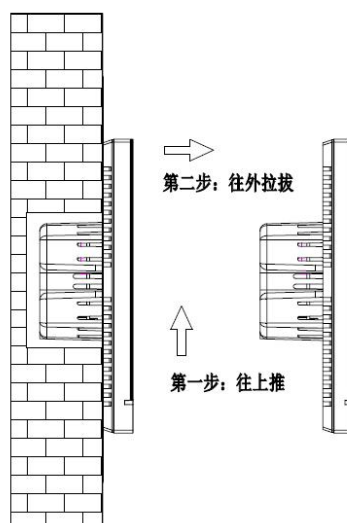

图 3.3.1.5
4.安装完成后，如需要拆卸，请执行此步骤：将面板往上推，听到哒的声音后或者面板不能再移动时，再往水平方向外拉拔，即可完成拆卸。如图 3.3.1.5 所示。